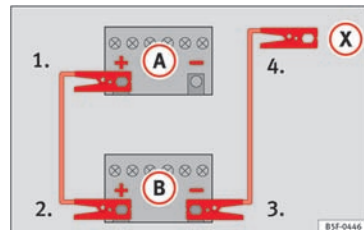

Fig. 78 Tilslutningsdiagram for biler uden start-stop-system
2. Sæt den ene ende af det *røde* startkabel på pluspolen (+) i bilen med det afladete batteri (A) » Fig. 78.
3. Sæt den anden ende af det *røde* startkabel på pluspolen (+) i den bil, der skal give strøm (B).
4. I biler uden start-stop-system: Sæt den ene ende af det *sorte* startkabel på stelpunktet (-) på den bil (B) » Fig. 78, der skal give strøm.